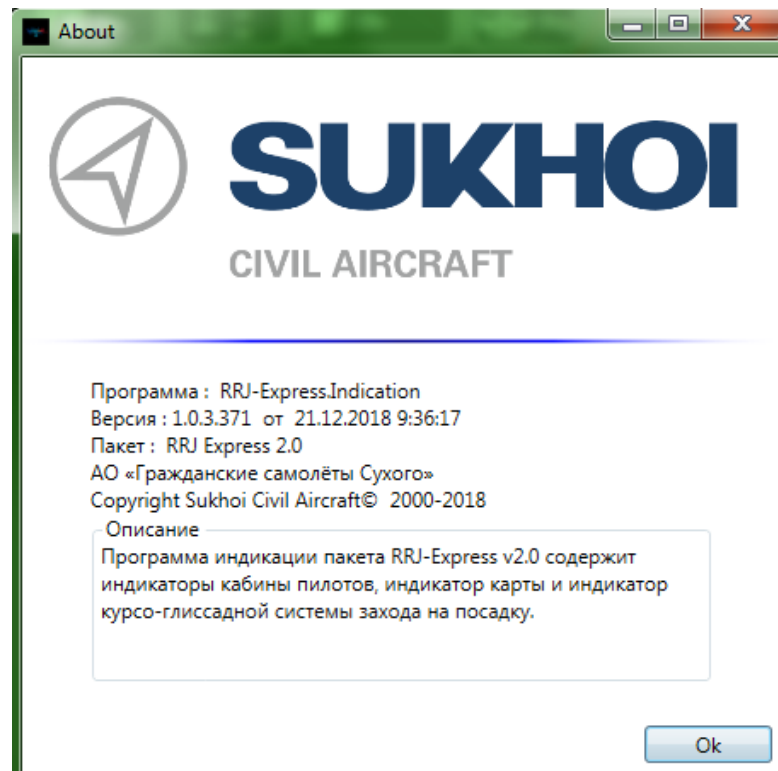

Рисунок 6.36 – Окно «О программе» карты полета
- Помощь – содержит информацию о программе (Рисунок 6.36).